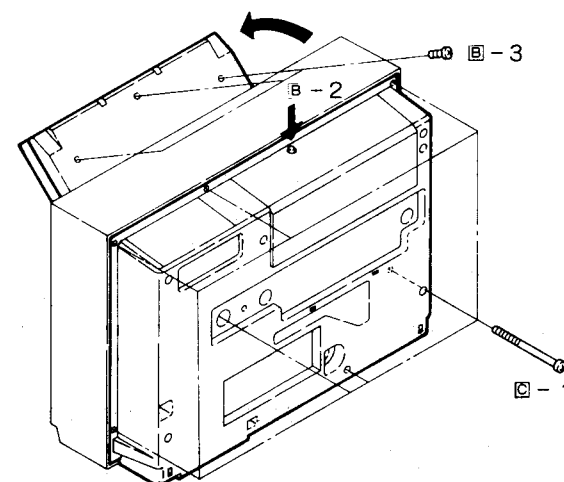
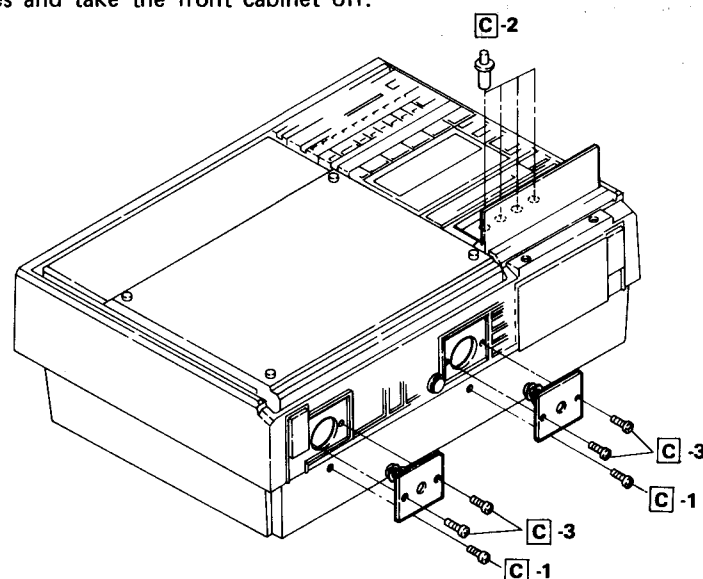

Figure 7-2
Figure 7-3
3. Remove three screws from the player door cover, and take the cover off. See Fig. 7-2.
1. Remove 9 screws from the front cabinet. See Fig. 7-2 and Fig. 7-3.
2. Pull out 4 knobs shown in Fig. 7-3.
3. Remove four screws from the acoustic insulator, and take the acoustic insulator off. See Fig. 7-3.
3. Die drei Befestigungsschrauben von der Plattenspieler-Klappenabdeckung entfernen und die Abdeckung abnehmen. Siehe Abbildung 7-2.
1. Die 9 Schrauben vom Vordergehäuse entfernen. Siehe Abbildung 7-2 und Abbildung 7-3.
2. Die 4 Knöpfe der Abbildung 7-3 abziehen.
3. Die vier Schrauben vom Tonisolator (acoustic insulator) entfernen und dann diesen Tonisolator herausnehmen. Siehe Abbildung 7-3.
3. Enlever les trois vis du couvercle de la porte du tourne-disques, et retirer le couvercle. Voir la Fig. 7-2.
1. Enlever les 9 vis du coffret avant. Voir la Figure 7-2 et Figure 7-3.
2. Retirer les 4 boutons indiqués sur la Fig. 7-3.
3. Enlever les quatre vis de l'isolateur acoustique, et retirer ce dernier. Voir la Fig. 7-3.